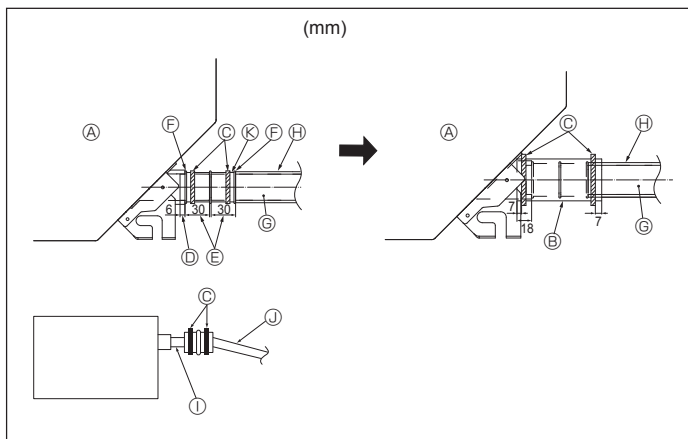

Fig. 5-2
1. Die Abblasmuffe (mit der Anlage geliefert) an den Dränageauslaß anschließen. (Fig. 5-2) (Das Rohr mit PVC-Kleber ankleben und dann mit einem Band sichern.)